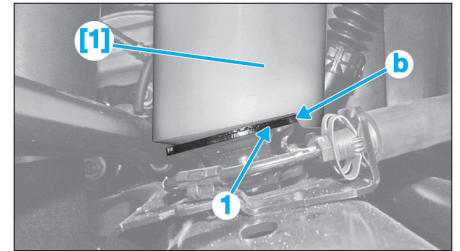

Fig. 37
- Vérifier le contact de la cale de mise en hauteur sur l'appui (1) en (b) (Fig.37).